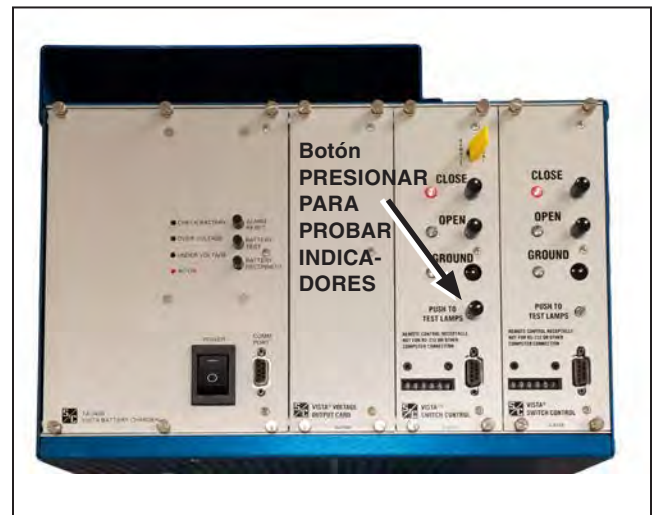

Figura 68. Probar los LED y llevar a cabo las operaciones de prueba.
PASO 2. Verifique que todos los indicadores LED funcionen presionando el botón pulsador de **PRE-SIONAR PARA PROBAR INDICADORES** de cada tablero de control. Ver Figura 68.